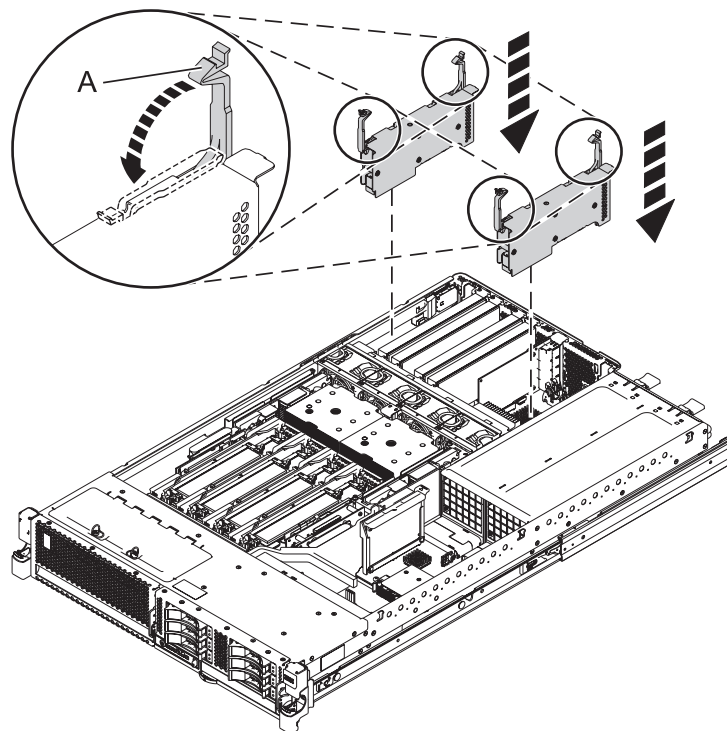

Figura 2. Instalación de adaptadores en un sistema montado en bastidor 8231-E2B
10. Prepárese para instalar el nuevo adaptador colocando los pestillos del adaptador y de la ranura del adaptador en la posición de abierto, tal como se muestra en la Figura 2.
13. Gire de forma uniforme los pestillos a la posición de cerrado, como se muestra en la Figura 2.